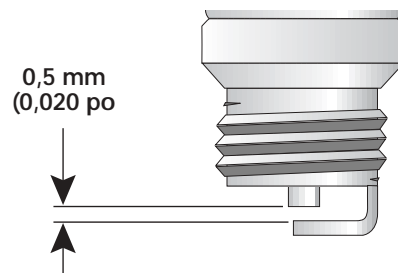

Fig. 28
3. Réglez l'écartement à 0,5 mm (0,020 po) à l'aide d'une jauge d'épaisseur (Fig. 28).